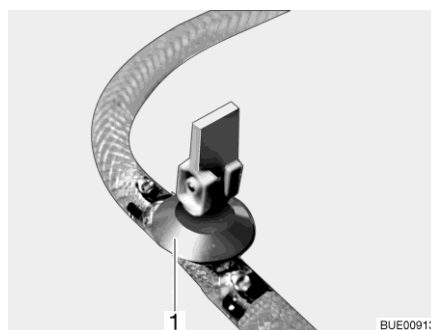
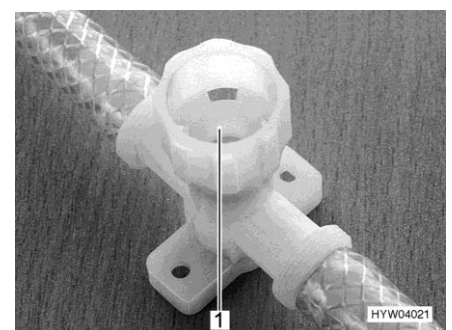

Fig. 269 Llave de desagüe (con balancín)
Fig. 270 Llave de desagüe (con tapa giratoria)
- Cerrar todas las llaves de desagüe. Para esto, poner el balancín de la llave de desagüe (Fig. 269,1) en posición horizontal o girar la tapa de la llave de desagüe (Fig. 270,1) en el sentido de las agujas del reloj.